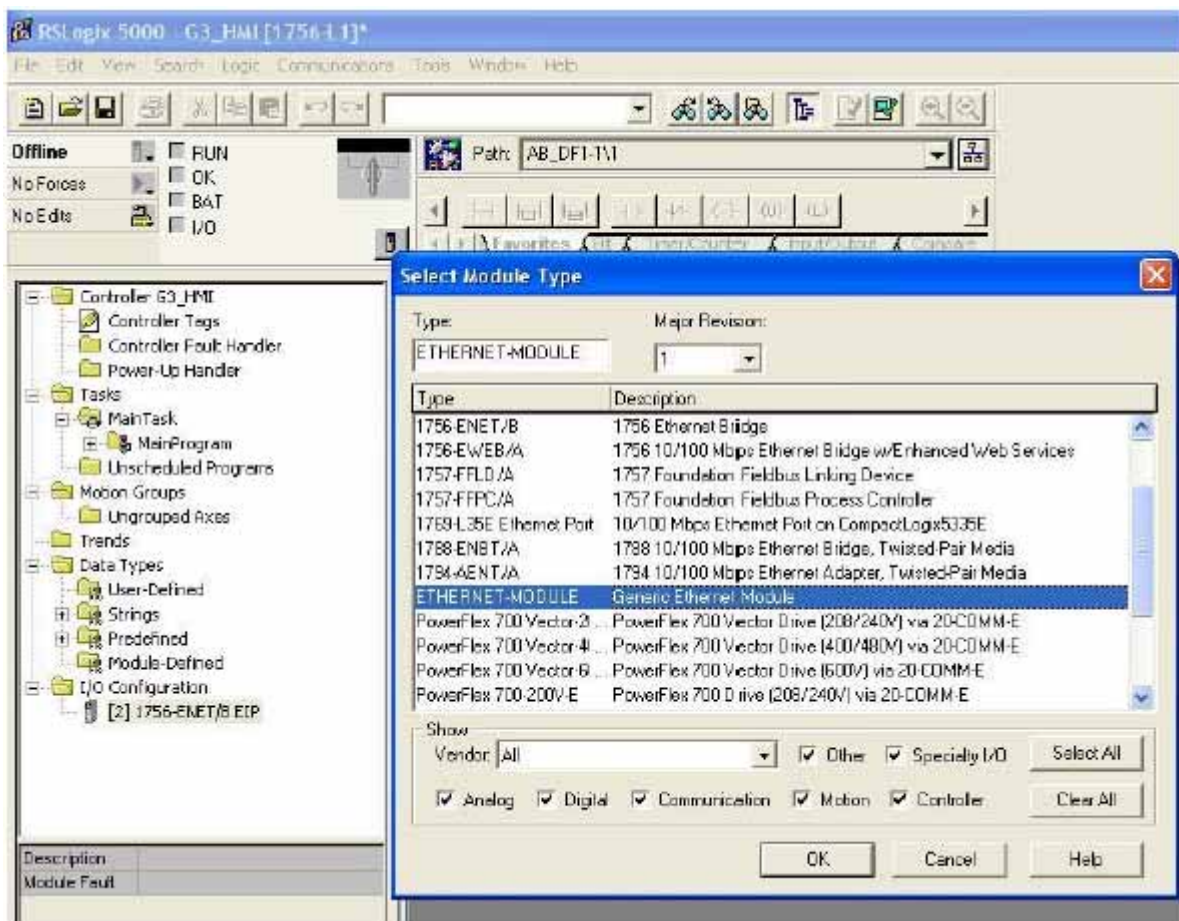

ABB. 71: Auswahl des Ethernet-Moduls
- c. Im Fenster „Select Module Type“ (Modultyp auswählen) „Generic Ethernet Module“ (Allgemeines Ethernet-Modul) wählen. Siehe ABB. 71.